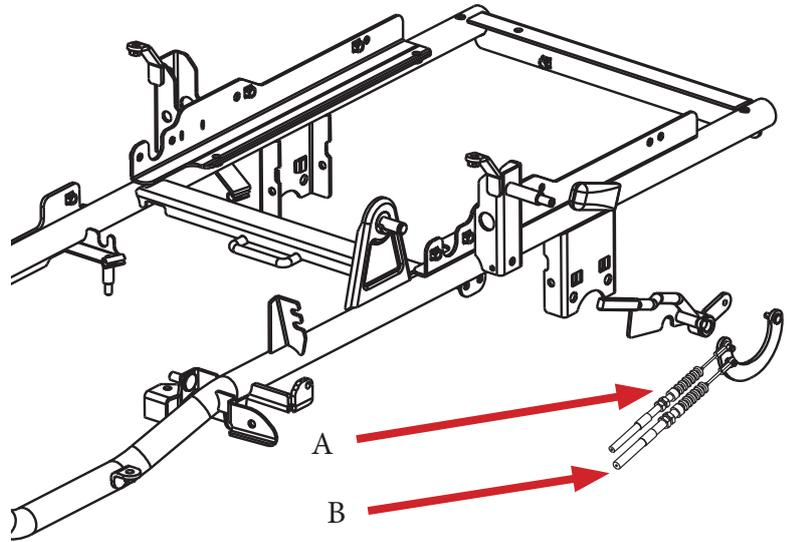

Abb. 25
- Wenn der Keilriemen durchrutscht, stellen Sie den Bowdenzug (Abb. 25, B) so ein, dass die Spannfeder richtig gespannt ist.